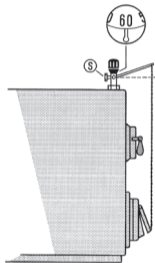

Рис. 2 / Fig. 2 / Fig. 2:
При **вертикальном монтаже** винт с шестигранной головкой (S) должен быть направлен назад, если смотреть от передней стенки котла. При настройке следует ориентироваться на **белые цифры** и **белую отметку** (рис. 2).
When installed vertically, the hexagon screw (S) must point to the back when seen from the front of the boiler. In this position, the white figures and the white mark are used (Fig. 2).
Pour le montage vertical, la vis 6 pans (S) doit être dirigée vers l'arrière, vue de l'avant de la chaudière. Les **chiffres et les repères blancs** servent au réglage (Fig. 2).